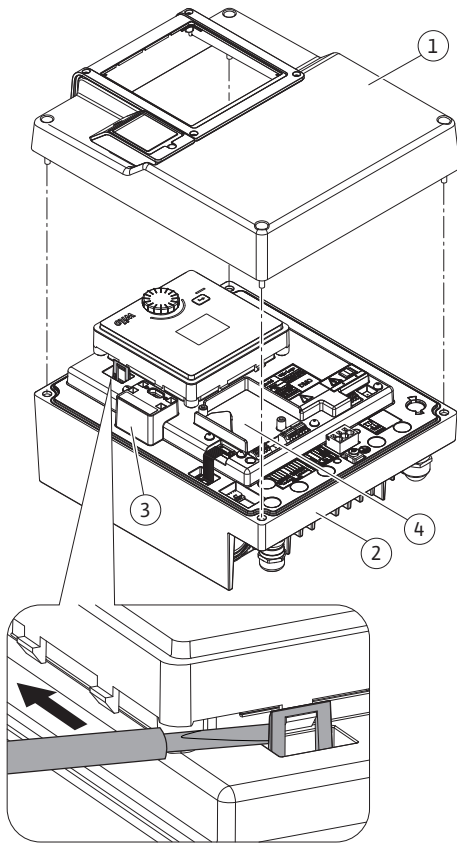

Fig. 26: Elektroniikkamoduuli
CIF-moduuleja (lisävarusteet) käytetään pumppujen ja kiinteistöhallintajärjestelmän väliseen tiedonvaihtoon. CIF-moduulit liitetään elektroniikkamoduuliin (Fig. 26, pos. 4).